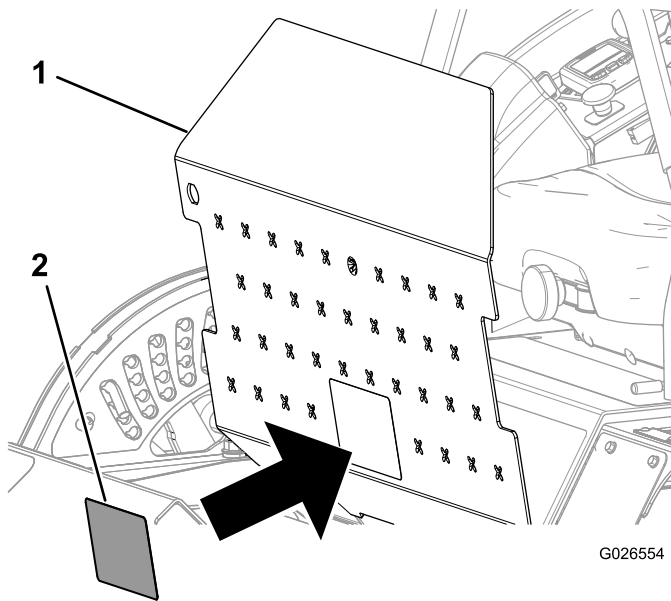

Рисунок 7
5. Откиньте панель пола (Рисунок 7).
6. Прикрепите новую табличку со схемой установки ремня поверх существующей таблички (Рисунок 7).